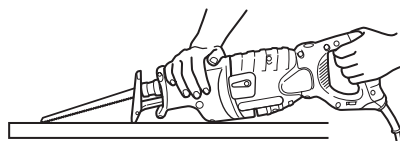
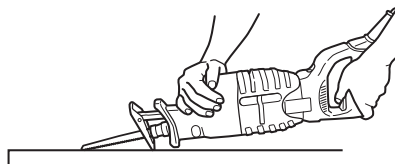

Fig. 22
Fig. 23
Con esta herramienta, podrá realizar cortes de cavidad en madera laminada y en tablas de material delgado. El corte de cavidad se puede realizar con toda facilidad con la hoja de sierra instalada en sentido inverso, tal como se observa en las Figs. 23, 25, y 27. Utilice una hoja de sierra lo más corta y gruesa posible. Para este fin, se recomienda la hoja BIMETÁLICA N° 132 mencionada en la página 53. Asegúrese de prestar atención durante la operación de corte y de proceder de la siguiente manera.
- (1) Presione la parte inferior (o la parte superior) de la base contra el material. Tire del gatillo mientras mantiene la punta de la hoja de sierra separada del material. (Fig. 22, Fig. 23)